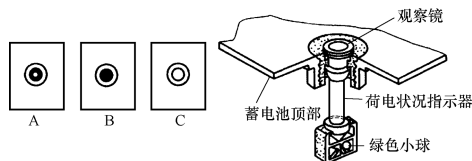

图 4-2 内部相对密度计
4) 外壳由聚丙烯塑料制成, 槽底无筋条, 极板组可直接安放在壳底上, 使极板面积增大 33% 左右, 电解液储量增大。有些免维护蓄电池在内部装有一只指示荷电状况的相对密度计, 如图 4-2 所示。